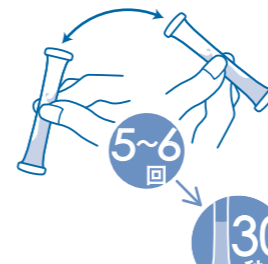

図5
⑤液がもれないようにかく5~6回振りまぜて、30秒間待ち、反応させます。(図5)